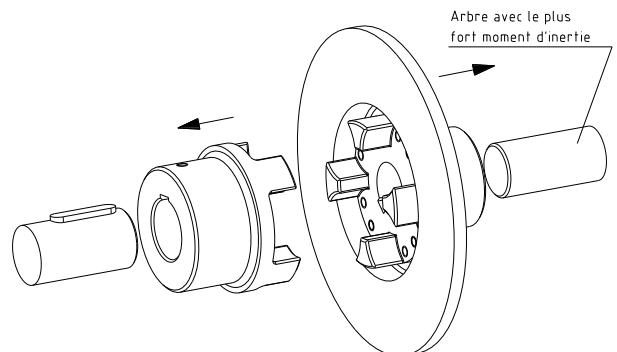

Fig. 9 : Montage moyeu et moyeu FN avec tambour/disque
- Monter les moyeu et moyeu FN avec tambour ou disque sur les arbres menant et mené. Le moyeu FN doit être monté sur l'arbre avec la plus grande inertie (voir fig. 9).